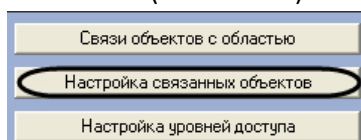

Рис. 3.7—7 Переход к настройкам связанных объектов
- Перейти на панель настроек объекта **Зона** (Рис. 3.7—7).
- Нажать кнопку **Настройка связанных объектов** (см. Рис. 3.7—7).